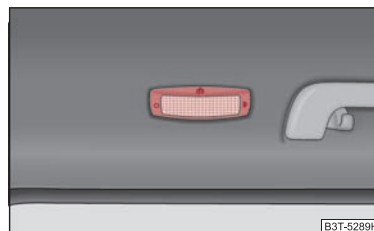

Fig. 12 Vano del padiglione del tetto: luci di lettura posteriori
- Premere il vetro di copertura nella zona del simbolo  ⇒ fig. 12.